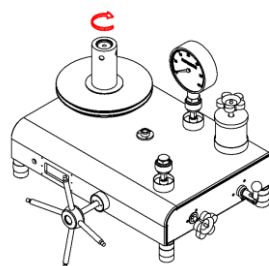

图 6
- ④ 接着用双手转动活塞，转速大约为（30~60）r/min（如图 6）；